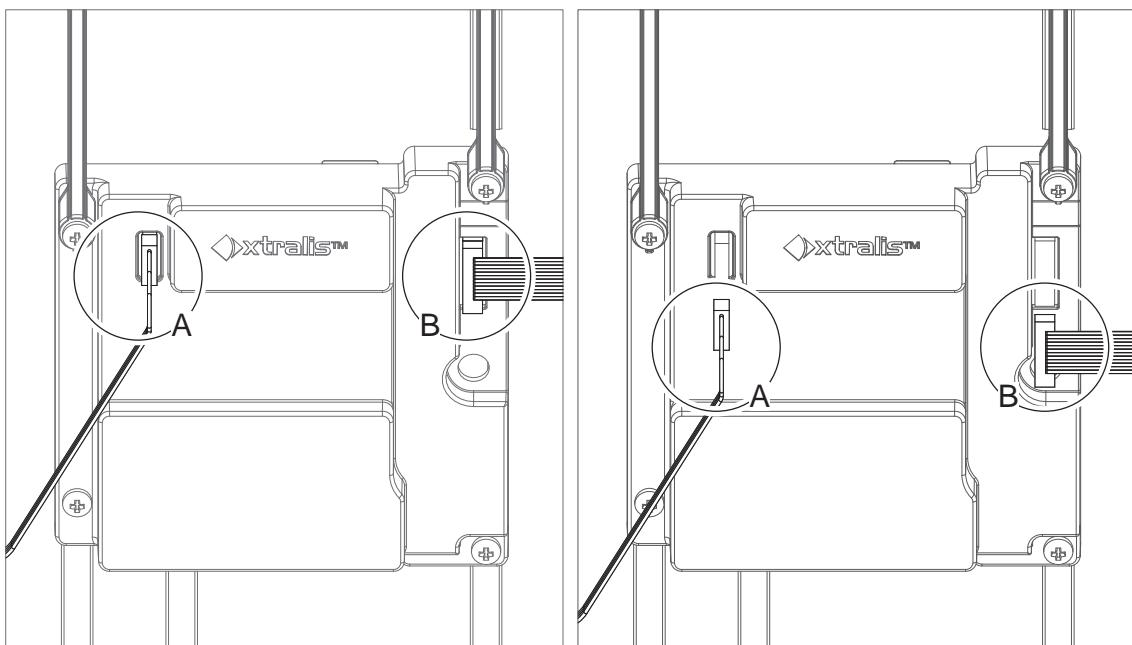

Рис. 7-4: Отсоединение кабелей светодиодов
4. Отсоедините кабели светодиодов (A и B) (Рис. 7-4).